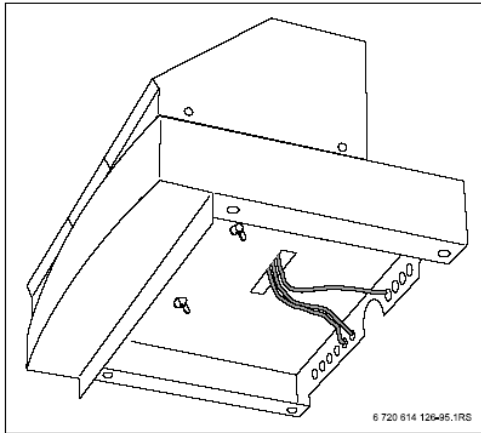

Figura 4 – Trecere cabluri capac superior din tablă
- ▶ Se introduc cablurile prevăzute în orificiile aferente în acest sens ale părții inferioare a unității de reglare, cât și prin capacul superior din tablă al cazanului de încălzire (→ figura 4).